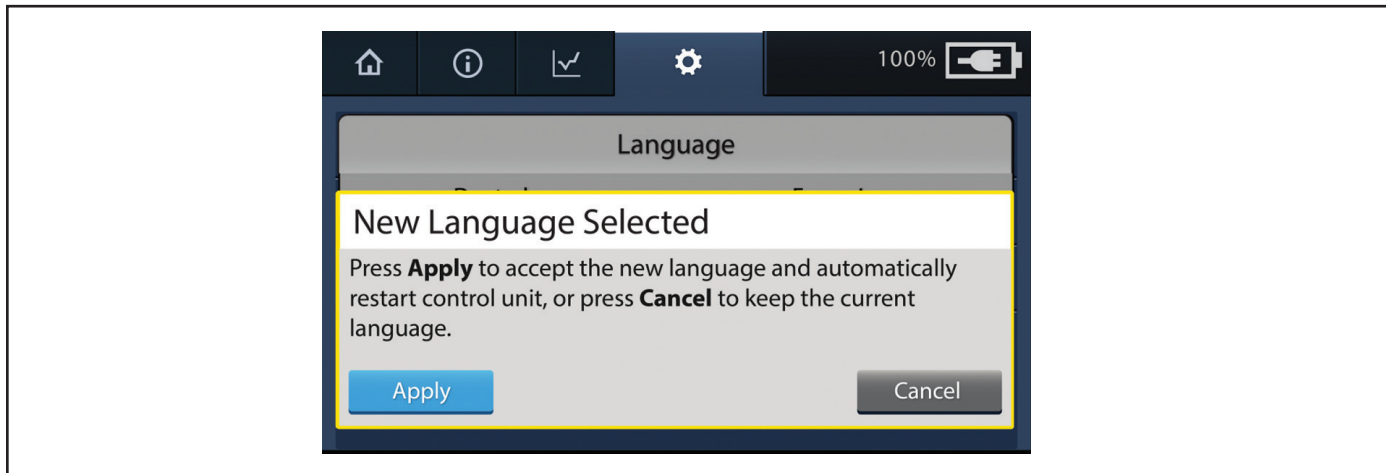

Figura 9. Pantalla de confirmación de idioma
3. Pulse **Apply** (Aplicar) para confirmar la selección y reiniciar la unidad de control (consulte la figura 9).